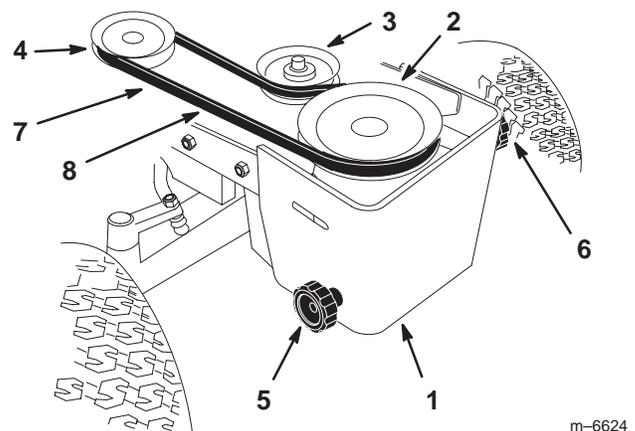

Bild 31
1. Drehen Sie das linke Handrad am vorderen Riemenumlenkblock, um den ZWA-Treibriemen zu lockern (Bild 31).
2. Nehmen Sie den ZWA-Treibriemen von der Kupplungsriemenscheibe ab (Bild 31).
3. Nehmen Sie die ZWA-Riemen von der oberen Riemenscheibe und der oberen Spannscheibe im Riemenumlenkblock ab (Bild 31).
4. Montieren Sie den neuen ZWA-Riemen auf der Kupplungsscheibe (Bild 31).
5. Montieren Sie die ZWA-Riemen auf den oberen Riemen und die obere Spannscheibe im Riemenumlenkblock (Bild 31).
6. Drehen Sie das linke Handrad am vorderen Riemenumlenkblock, um den ZWA-Treibriemen anzuspinnen (Bild 31). Es muss eine Riemendurchbiegung von 13 mm bestehen.